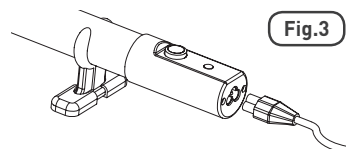

Fig.3
- Es wird empfohlen, das Netzkabel vor der Installation des Heizgerätes vollständig in die Netzstrombuchse des Gerätes zu stecken [Abb. 3].